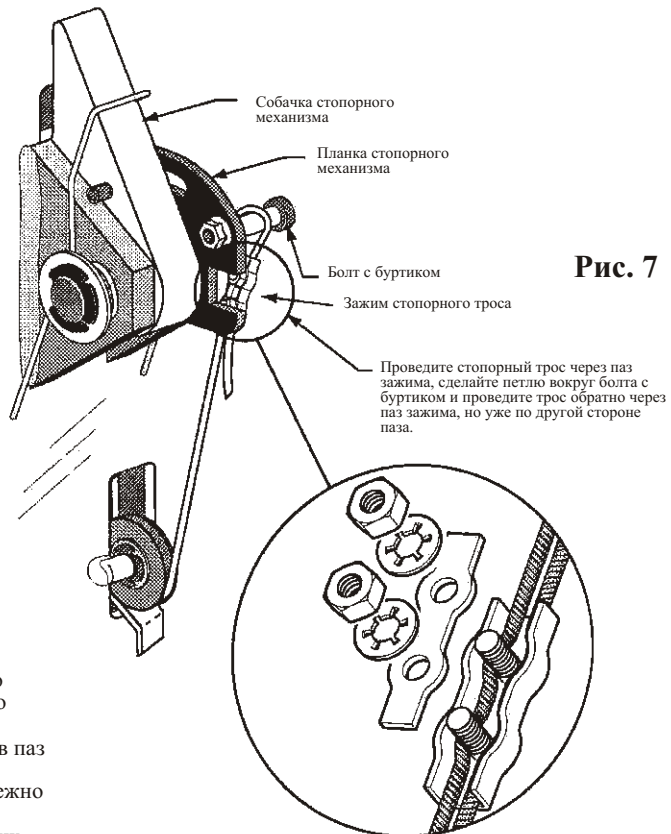

Рис. 7
4. При необходимости отрегулируйте стопорный механизм (рис. 7) и проверьте работу механизма снова. Рычаг управления стопорного механизма должен располагаться как указано на рис. 8.